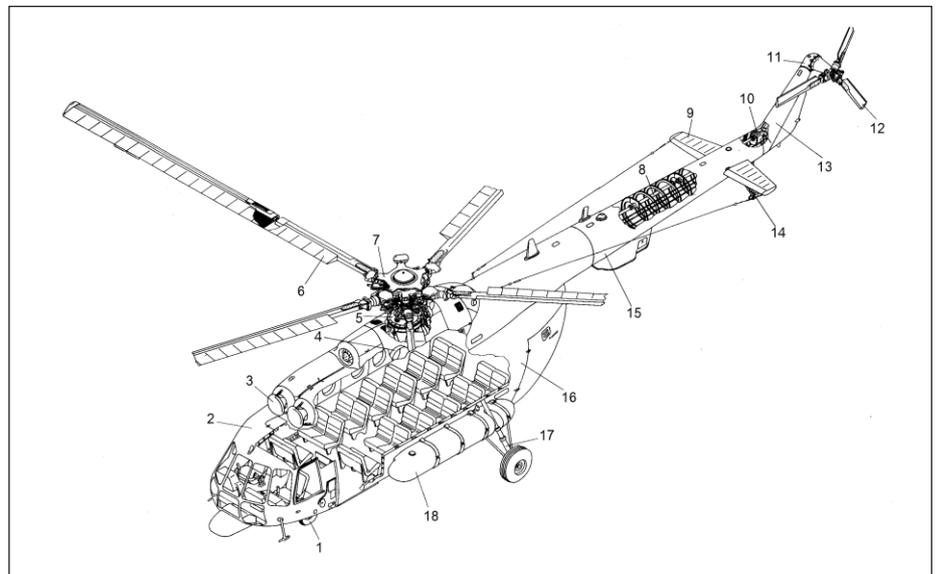

Рис. 3. Пример иллюстрации из технического руководства
В постперестроечное время серийность изготовления изделий канула в лету, что повлекло за собой большую изменчивость технической документации. Чтобы не опаздывать с выпуском этих изменений, понадобилось перевести все книги технических руководств в электронный вид. Текст был переведен в DOC-формат, а все иллюстрации отсканировали и сохранили в формате TIF. В таком виде они и редактируются сейчас с помощью Spotlight (рис. 3). К хороше-
- разработка принципиальной схемы с использованием редактора схем AutoCAD (рис. 3).